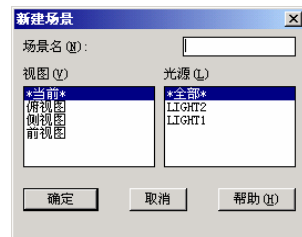

图 6-64 新建场景
(1) 单击“新建”按钮，在弹出的对话框中可以创建新的场景，如图 6-64 所示。